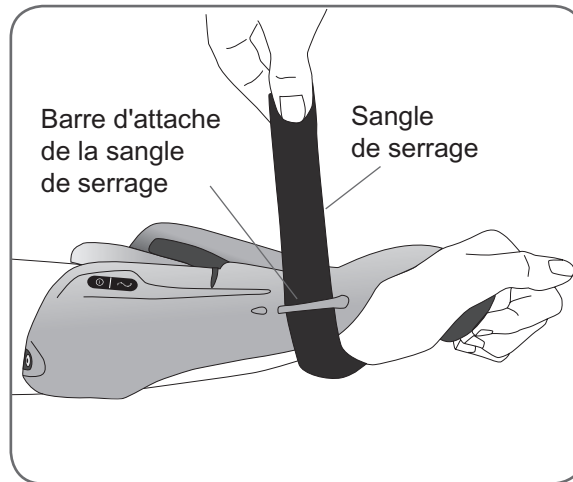

Figure 10-1 : Détachement de la sangle de serrage.
2. Défaitez doucement la sangle de serrage et faites-la glisser pour la retirer de la barre d'attache de la sangle de serrage. Reportez-vous à la Figure 10-1.